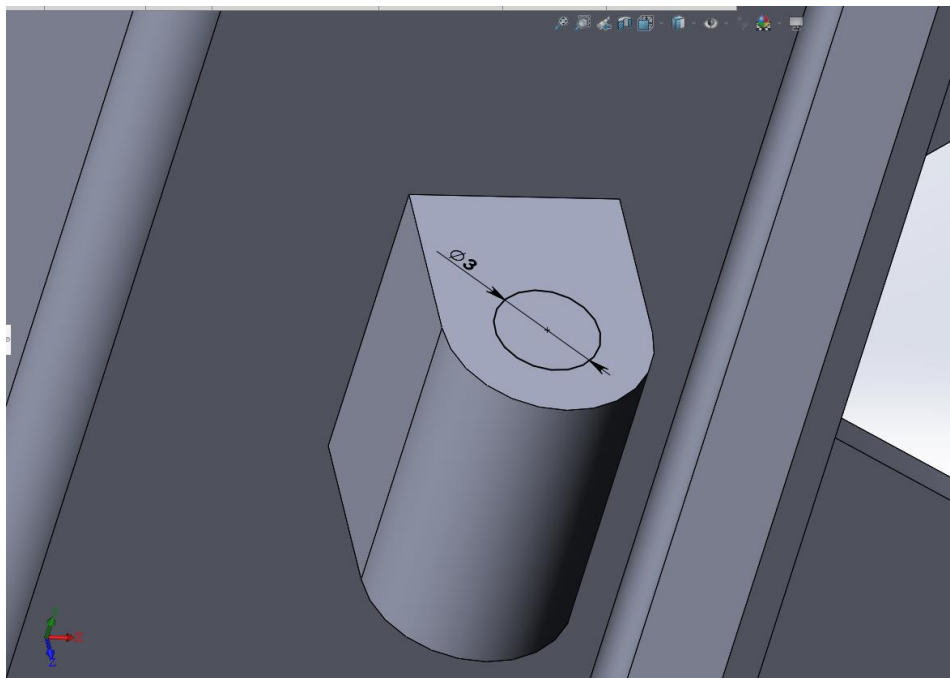

Рисунок 21 – создание эскиза для оси петли блока
24. Выбрать операцию «Окружность». Наведя курсор на скругленное ребро, определить центр окружности (обозначается черным перекрестием), построить окружность диаметром 3 мм (рис. 21). Выйти из режима эскиза.